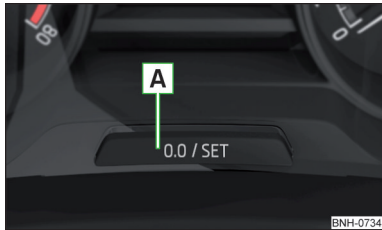

Abb. 45
- › Die Taste **A** » Abb. 45 gedrückt halten, bis im Display der Menüpunkt **Service** angezeigt wird.